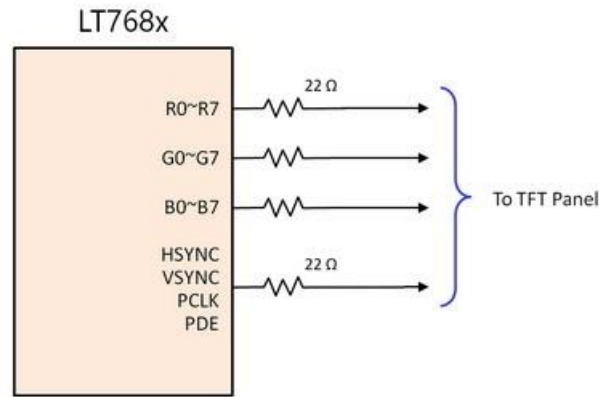

图 12: RGB 等信号输出加串接电阻
- PCLK、PDE、HSYNC、VHYNCR 输出加串接电阻及接地电容 (如图 12) 。